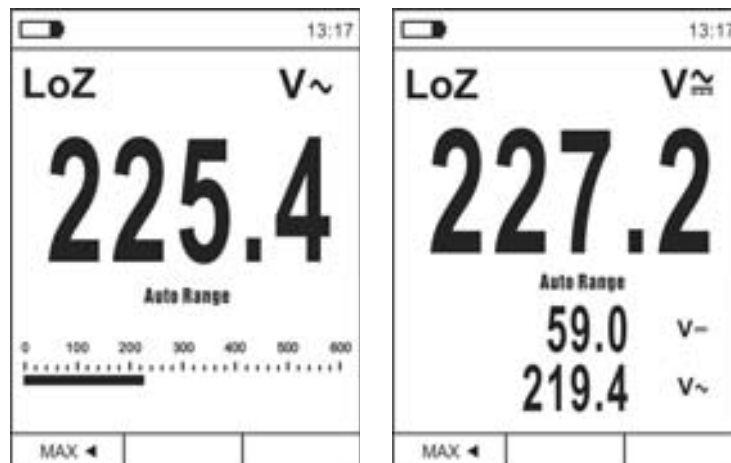

Fig. 10: Descrizione misura Tensione LoZ
2. Premere il tasto **MODE/VFD** selezionando le modalità “V \sim ” o “V \approx ” (vedere Fig. 10)